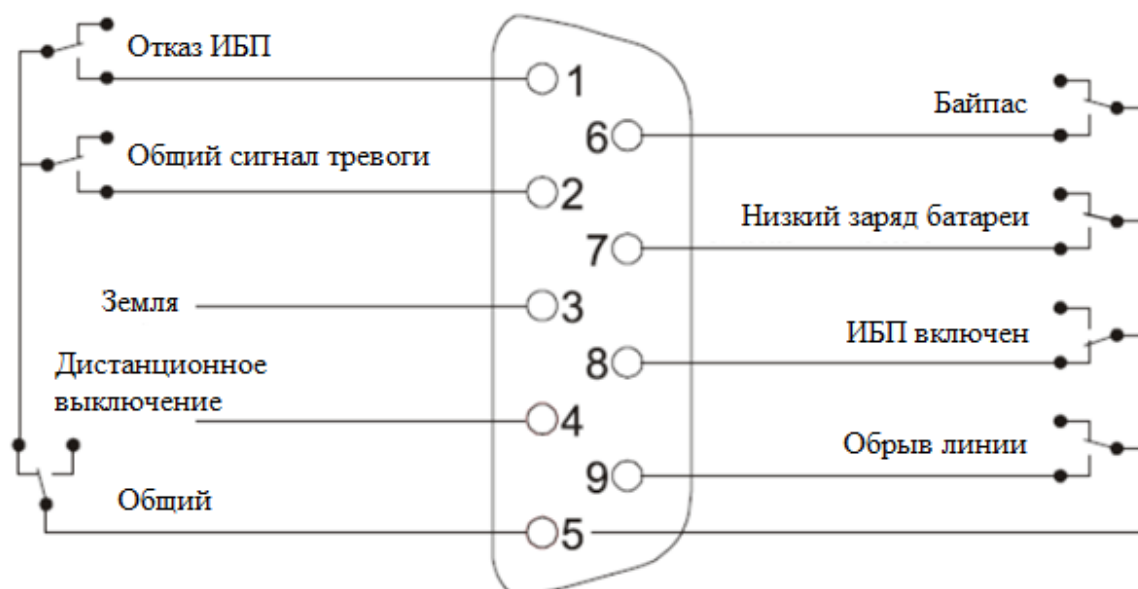

Рисунок 19 – Схема карты сухих контактов
9.6.1 Вставить карту сухих контактов в интеллектуальный слот для контроля и управления ИБП (см. рисунок 19 и таблицу 16).